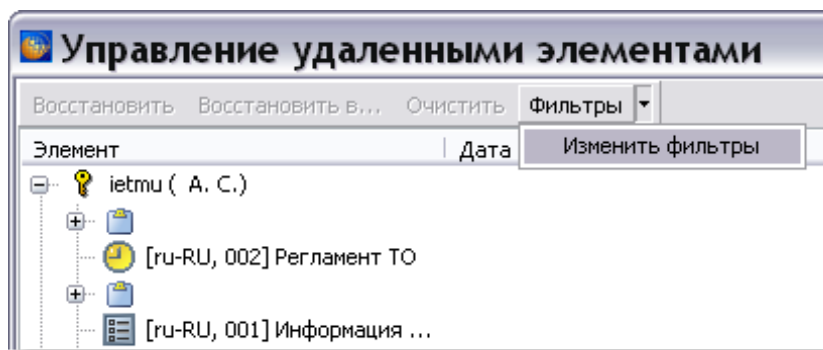

Рисунок 97
2) Для настройки отображения удаленных объектов в меню **Фильтры** выберите команду **Изменить фильтры** (рисунок 97).